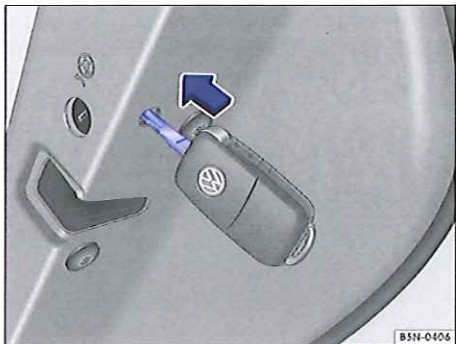

Fig. 212 Verrouillage d'urgence du véhicule à l'aide de la clé du véhicule.
- Insérez le pannelon dans la fente verticale, en procédant dans le sens de la flèche, et tournez-le vers l'extérieur du véhicule ⇒ fig. 212.